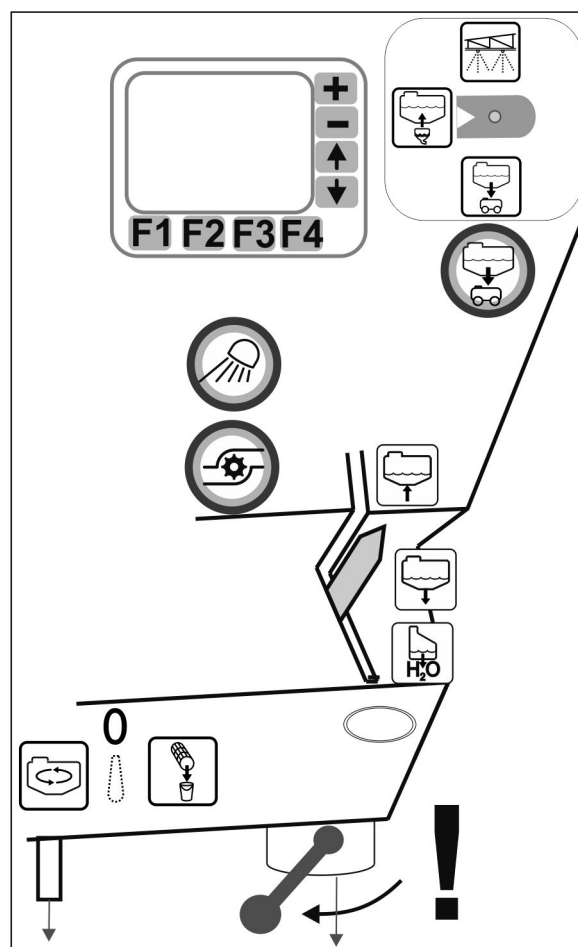

Fig. 141
- Rengjør sugefilteret (Fig. 141) daglig etter rengjøringen av åkersprøyten.
- Smør O-ringene nede på sugefilteret (Fig. 141/4). Påse korrekt montering av O-ringene.
1. Løs lokket til sugefilteret (Fig. 141/2).
2. Ta av lokket samt sugefilter (Fig. 141/3) og rengjør med vann.
6. Løs lokket til sugefilteret (Fig. 141/2).
7. Betjen sikkerhetsventilen på sugefilteret (Fig. 141/1).
8. Ta av lokket samt sugefilter (Fig. 141/3) og rengjør med vann.